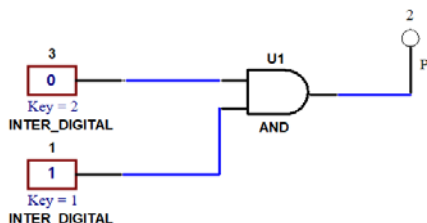

图 1-5：使用一位交互式数字信号源替换时钟
3. 在原理图中添加一个一位交互式数字信号源器件，替换时钟作为与门的输入。如图 1-5 所示：